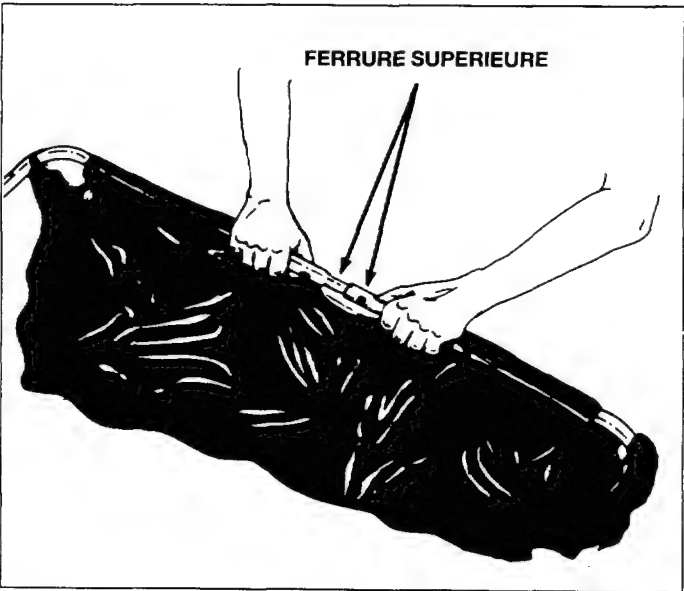

Fig. 14
3. Insérez l'une dans l'autre les deux ferrures supérieures, comme le montre la figure 14, jusqu'à ce que les deux trous soient placés face à face.